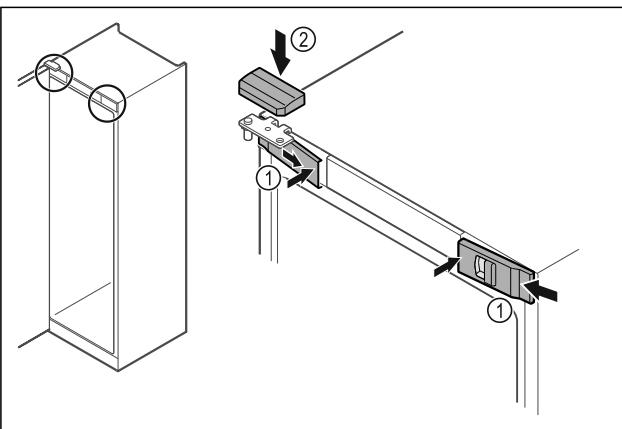

Fig. 48 *
- ▶ Bočno zakvačite prednje poklopce Fig. 48 (1) i uglavite ih iznutra.*
- ▶ Uglavite gornji poklopac Fig. 48 (2) odozgo.*